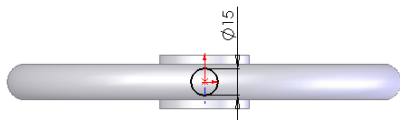

图 4-41 标注的草图
**16** 标注尺寸。单击“尺寸/几何关系”工具栏中的“智能尺寸”图标按钮, 标注绘制圆的直径, 结果如图 4-41 所示。